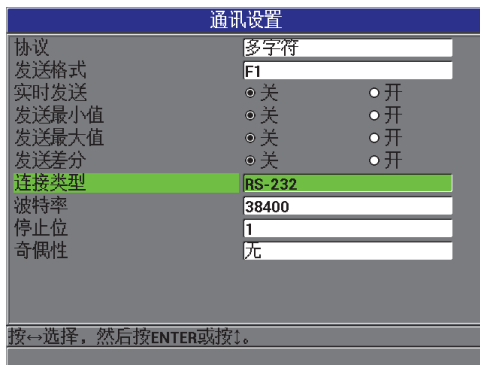

图 6-4 通讯设置屏幕 — RS-232
1. 在仪器显示测量屏幕时，按 [设置菜单] 键，然后选择**通讯**，以显示**通讯设置**屏幕（参见第 108 页的图 6-4）。